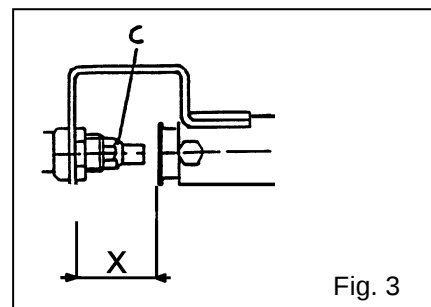

Fig. 3
4.2 Réglage de l'air primaire (Fig. 3)
La distance prévue pour le réglage de l'air primaire, est montrée aux figures 3 et indiquée dans le tableau 2. Dévisser l'injecteur "E" avec une clé de 12 mm et monter l'injecteur prévu; contrôler la distance exacte "X" pour l'air primaire.
Pour changer l'injecteur "C" (Fig. 3) retirer en le tirant le tableau des commandes; avec une clé, dévisser l'injecteur et le remplacer selon les tableaux 2.